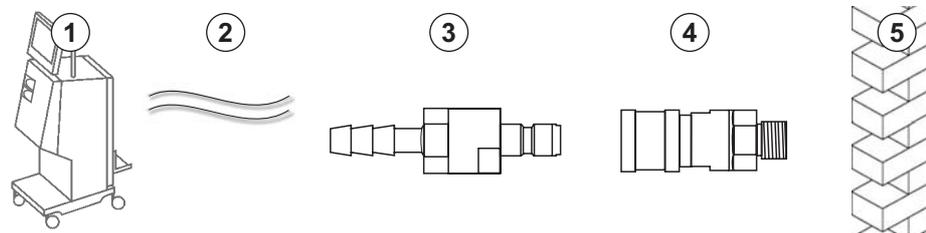

Abb. 4-6 Dialysatablauf mit Aquaboss-Kupplungen
- 1 Verschlussnippel (Abb. 4-6 , ③), Material 1.4571 EPDM
- 1 Schlauchkupplung ④, Innendurchmesser des Schlauchs 9 mm, Material 1.4571 EPDM
2. Verschlussnippel ③ an Schlauch anschließen und mit Schlauchabsperrklemme oder Einohrklemme befestigen.
3. Verschlussnippel ③ an der an der Wand befestigten Schlauchkupplung ④ anschließen.